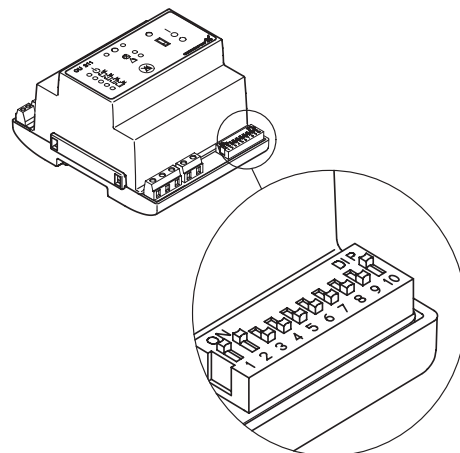

Рис. 10 DIP-переключатели модуля CU 214
В модуль CU 214 входит 10-контактный блок переключателей, расположенный в нижнем правом углу, см. рис. 10.
Настройте блок переключателей, как показано на рис. 10. Каждый отдельный переключатель (от 1 до 10) может быть установлен в положение ВЫКЛ (OFF) или ВКЛ (ON).